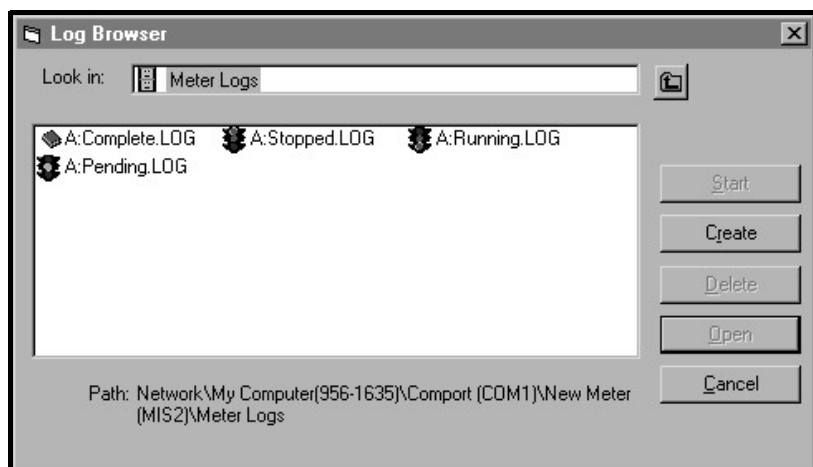

Figura 25: Ventana del navegador de registros
3. Haga doble clic en *Registros del PC* para acceder a los registros almacenados en el PC, o en el nombre del *puerto de comunicación* y el nombre del *medidor* para acceder a los registros almacenados del medidor. En cualquier caso, el *navegador de registros* será similar a la Figura 25.